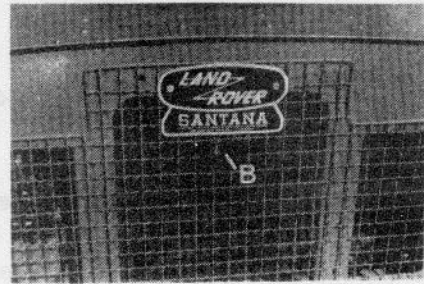

Fig. 54 - Sujeción del capó
El capó se sujeta por medio de una cerradura con doble cierre de seguridad (A), (Fig. 54). Para abrirlo se oprimirá hacia la izquierda la palanca (B), a la vez que se desplaza el capó, hacia arriba. Para cerrar el capó, bastará con dejarlo caer por su peso desde una altura de 20 centímetros aproximadamente (si la rueda de repuesto va montada sobre el capó). Si dicha rueda no va sobre el capó, será necesario ayudar con la mano la bajada rápida del capó para que este quede perfectamente cerrado.